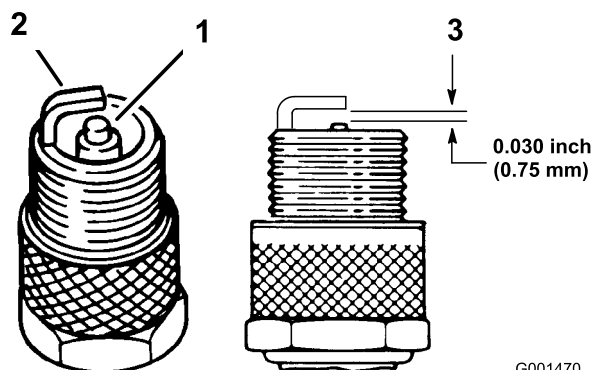

Figura 39
1. Controllate il centro della candela (Figura 39). Se l'isolatore è di color marrone chiaro o grigio, il motore funziona correttamente. Una patina nera sull'isolatore significa in genere che il filtro dell'aria è sporco.
3. Controllate la distanza tra gli elettrodi centrale e laterale (Figura 39).
Nota: Piegate l'elettrodo laterale (Figura 39) se la distanza non è corretta.
3. Collegare il cappello alla candela (Figura 39).